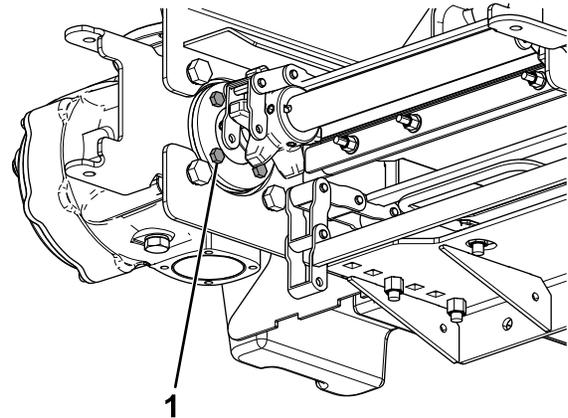

Figure 24
13. Reliez l'accouplement du boîtier d'engrenages à l'accouplement de l'arbre d'entraînement à l'aide de 4 boulons (¼ po) et contre-écrous en nylon (¼ po), comme montré à la Figure 24.